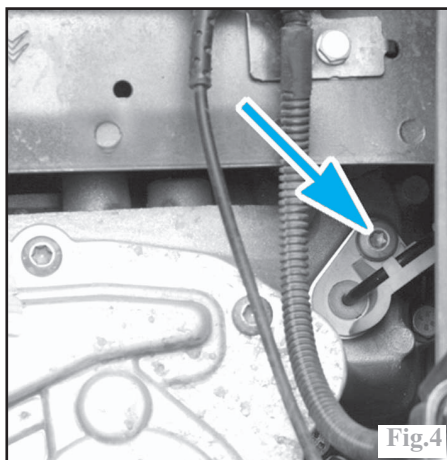

Fig.4
- la vis de fixation (Fig.4) du câble de déverrouillage de marche arrière.
Déposer la vis de fixation du câble de marche arrière et le dégager (Fig.4). Reculer les sièges avant au maximum. Débrancher la batterie.